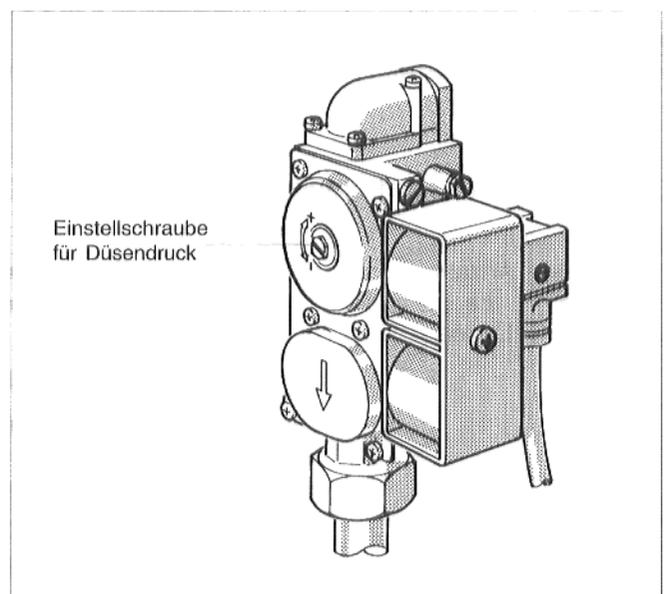

Abb. 5: Gasbrennerarmatur
- Schutzkappe über der Einstellschraube für Düsendruck entfernen (Abb. 5).